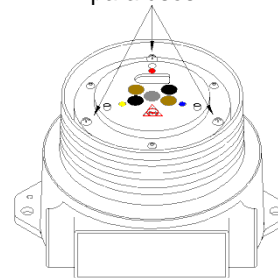

Figura 2-8
6. Solte os três parafusos prisioneiros no disco do Módulo de Detector (veja a Figura 2-8).